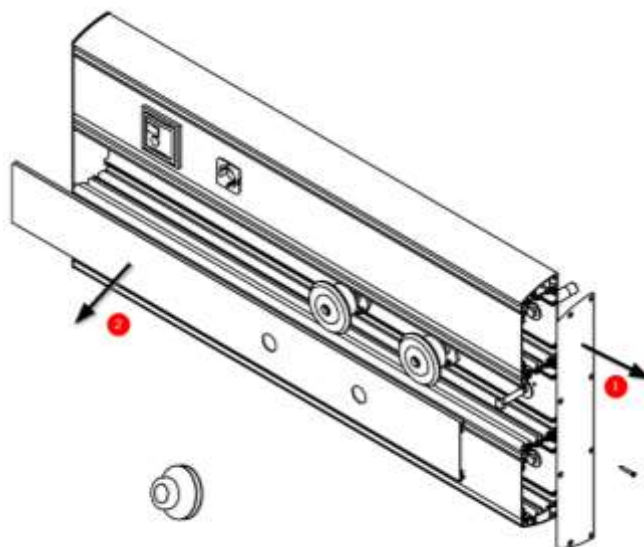

Fig. 3 Îndepărtarea panoului lateral
În cazul în care echipamentul a fost comandat cu panouri frontale din PVC, trebuie îndepărtat cel puțin un panou frontal (1) înainte de a îndepărta capacul circuitului de gaze (2) (a se vedea Fig.3).